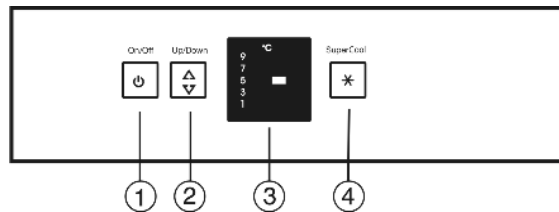

Fig. 2
- ▶ Stiskněte tlačítko On/Off Fig. 2 (1).
- ▶ Vyvolání změny teploty: Jednou stiskněte seřizovací tlačítko Fig. 2 (2).
- ▶ Seřizovací tlačítko *Fig. 2 (2)* stiskněte tolikrát, až svítí LED požadované teploty.
- ▶ Krátce stiskněte tlačítko SuperCool *Fig. 2 (4)*.
- ▷ Tlačítko SuperCool *Fig. 2 (4)* svítí.